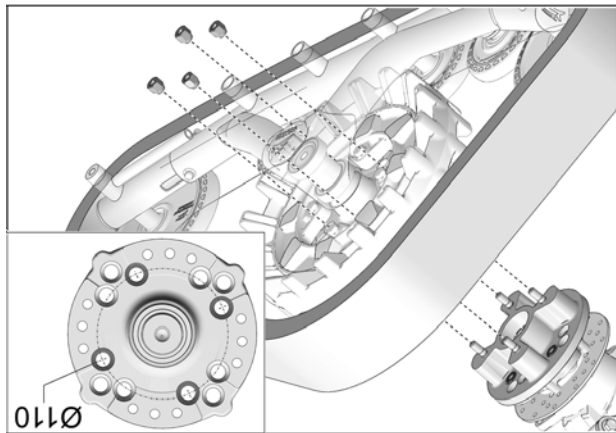

Fig. 10
10. Fixer le système de traction au moyeu de roue arrière. Utiliser le cercle de perçage de Ø110 mm et les écrous de roue d'origine du véhicule. Fig. 10
9. Installer les espacers (C) sur les moyeux arrière du véhicule. Utiliser les écrous de roue (D) M10 x 1,25 fournis dans l'ensemble d'installation. Voir la Fig. 10